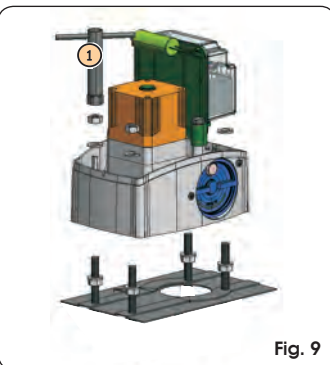

Fig. 9
- ② Placer l'opérateur sur la plaque en utilisant les rondelles et les écrous fournis d'après la Fig.9, à l'aide de la clé à douille fournie (Fig. 9 réf. a).